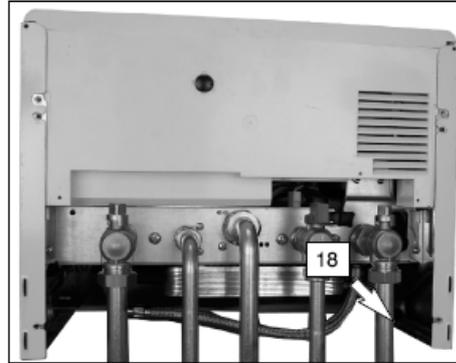

Fig. 5.4.
7. Ligar a descarga da válvula de segurança 18 (fig. 5.4.) a um cone de esgoto.